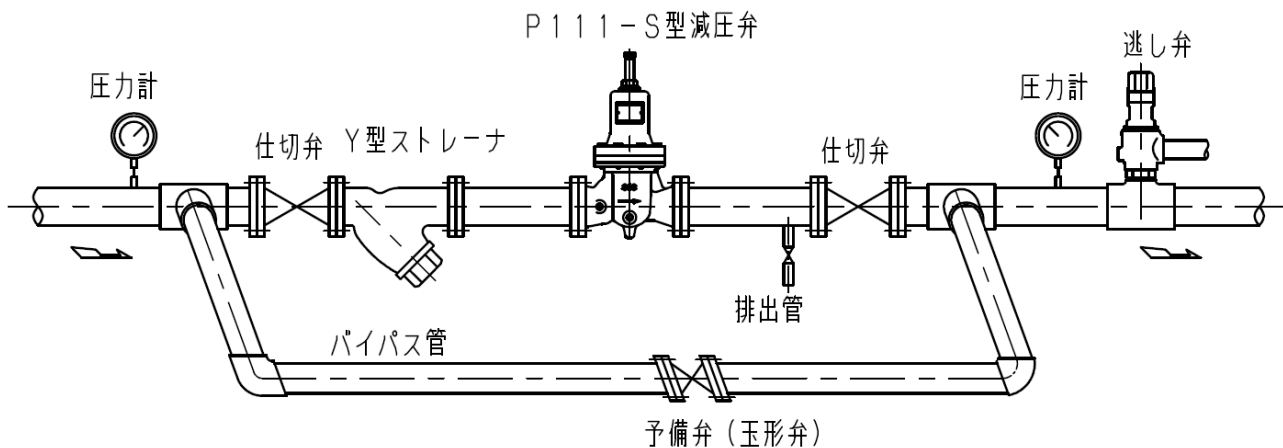

図3 配管例図
<ul style="list-style-type: none">● 本製品を取り付ける前に弁箱内に異物が入っていたり、輸送中に本製品が破損していないかお確かめください。防止処置は施してありますが念のためお調べください。● 本製品を取り付ける前に配管内の清掃を充分行ってください。作動不良の大部分は配管内の鉄屑・塵埃によるものですから、これらの除去には特にご注意ください。● 配管に際しては流体の流れ方向と弁箱に鋳出している矢印の方向を必ず一致させてください。また、図3の配管例図に示すようにY型ストレーナ、安全逃し弁及び予備弁（玉形弁）を備え更に前後弁（仕切弁）と圧力計を取り付けるようご計画ください。 また、配管途中に空気溜りがありますと、本製品がこの影響を受けて振動やハンチングなどの作動不良誘発することがあります。配管中に混入する空気を適当な方法（例えば自動空気抜弁や空気分離器などを必要個所に設置するなど）で可能な限り除去してください。● 凍結の恐れがある環境では凍結防止処置をしてください。凍結により故障する恐れがあります。● 二段減圧を行う際は製品間を1～1.5m以上あけてください。作動が不安定となる恐れがあります。
- 2.3 配管に際しては流体の流れ方向と弁箱(17)に鋳出してある矢印の方向を必ず一致させてください。また、図3の配管例図に示すようにY型ストレーナ、安全逃し弁及び予備弁(玉形弁)を備え更に前後弁(仕切弁)と圧力計を取り付けるようご計画ください。